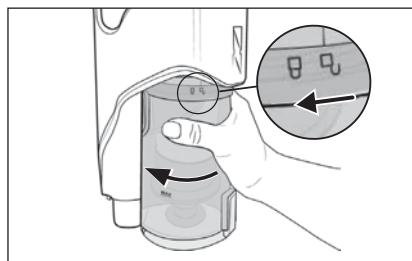

Fig. 17
- 2) Per rimuovere il contenitore della polvere ⑥ dall'apparecchio, ruotarlo in direzione del simbolo ⚡ (aprire), fino a quando non sarà possibile staccarlo dall'apparecchio (vedere fig. 17).